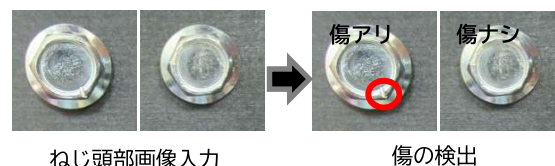

図2 実装AI②ねじ頭部の傷判別
- ・実装AI①：CIFAR-10データセットによる10種の画像分類
- ・実装AI②：ねじ頭部の傷の有無を判別(図2)